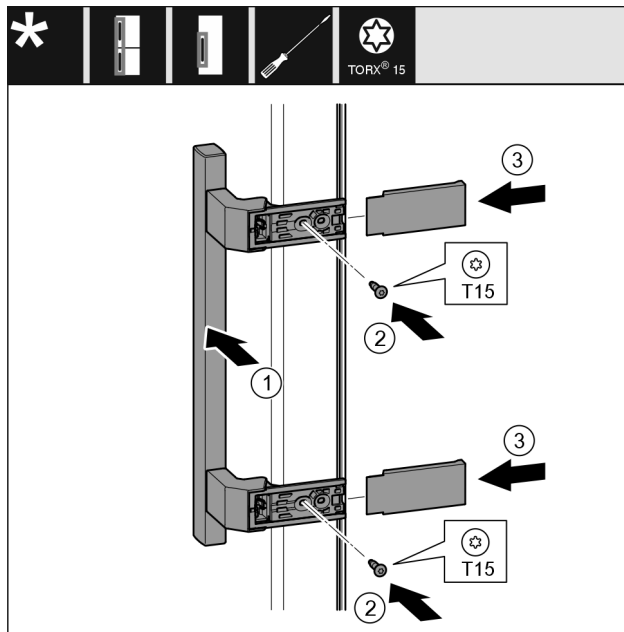

Fig. 11
- Vendosni dorezën në anën e kundërt. Fig. 11 (1)
- Mbërtheni fort vidat me një kaçavidë T15. Fig. 11 (2)
- Vendosni kapakët mbulues anash dhe shtyjini. Fig. 11 (3)